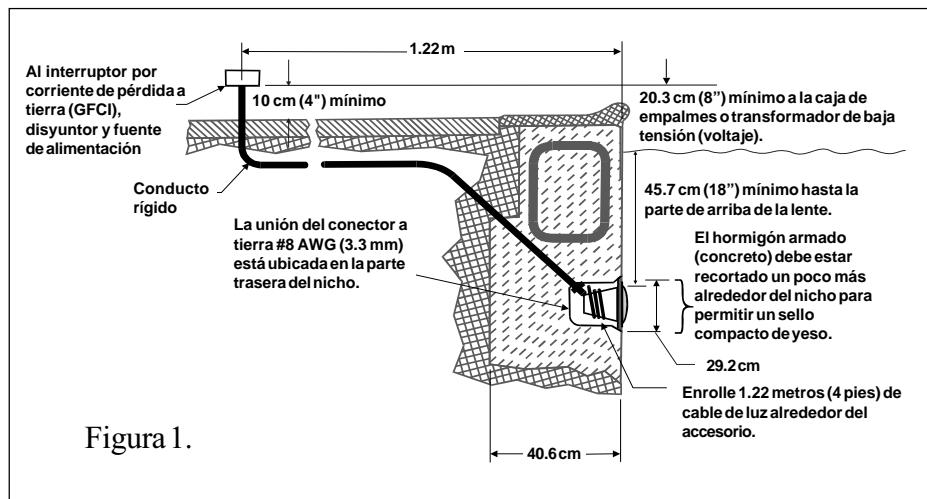

Figura 1.
- Los siguientes pasos de preparación tienen que haberse completado por el electricista antes de instalar el accesorio para lámpara. (Vea la figura 1 abajo.)
- b. La caja de empalmes (o, para los modelos de 12 voltios, el transformador de baja tensión) esté colocada por lo menos a 20.3 centímetros (8 pulgadas) arriba del nivel de tierra y por lo menos a 1.22 m (48 pulgadas) de distancia del borde de la piscina. (Vea la figura 1 abajo.)
- d. El nicho mojado está instalado correctamente de tal manera que el borde superior de la lente de la lámpara subacuática esté por lo menos a 45.7 cm (18 pulgadas) por debajo de la superficie del agua en la piscina. (Vea la figura 1, abajo.)
- e. El nicho mojado está unido eléctricamente en la forma correcta y conectado a tierra a través del conector a tierra Núm. 8 AWG (3.3 mm) ubicado en la parte trasera del nicho. (Vea la figura 1.)
1. Pase el cordón a través del conducto hasta la caja de empalmes, dejando por lo menos 1.22 metros (4 pies) de cordón o cable en el accesorio para lámpara para enrollarlo en la misma lámpara. (Vea la figura 1.) Este metro veintidós centímetros (4 pies) de cordón alrededor del accesorio de la lámpara le permitirá darle servicio a dicha lámpara después de que se llene de agua la piscina.
- La caja de empalmes (o, para los modelos de 12 voltios, el transformador de baja tensión) debe estar por lo menos a 20.3 centímetros (8 pulgadas) arriba del nivel de tierra y por lo menos a 1.22 m (48 pulgadas) de distancia del borde de la piscina. (Vea la figura 1 abajo.)
- d. El nicho mojado está instalado correctamente de tal manera que el borde superior de la lente de la lámpara subacuática está por lo menos a 45.72 cm (18 pulgadas) por debajo de la superficie del agua en la piscina. (Vea la figura 1 abajo.)
- e. El nicho mojado está unido eléctricamente en la forma correcta y conectado a tierra a través del conector a tierra Núm. 8 AWG ubicado en la parte trasera del nicho. (Vea la figura 1.)
- 5. Deje por lo menos 1.22 metros (4 pies) de cordón o cable alrededor del accesorio de la lámpara. (Vea la figura 1.) Este metro veintidós centímetros (4 pies) de cordón enrollado alrededor del accesorio de la lámpara permitirá que se le dé servicio a la lámpara después de que se llene de agua la piscina.